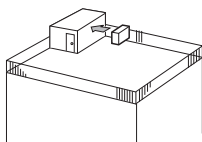

Fig. 2-4
- ① Suunake õhu väljalaskeava lähima seinas suunas, umbes 35 cm seinast eemale. (Fig. 2-4)